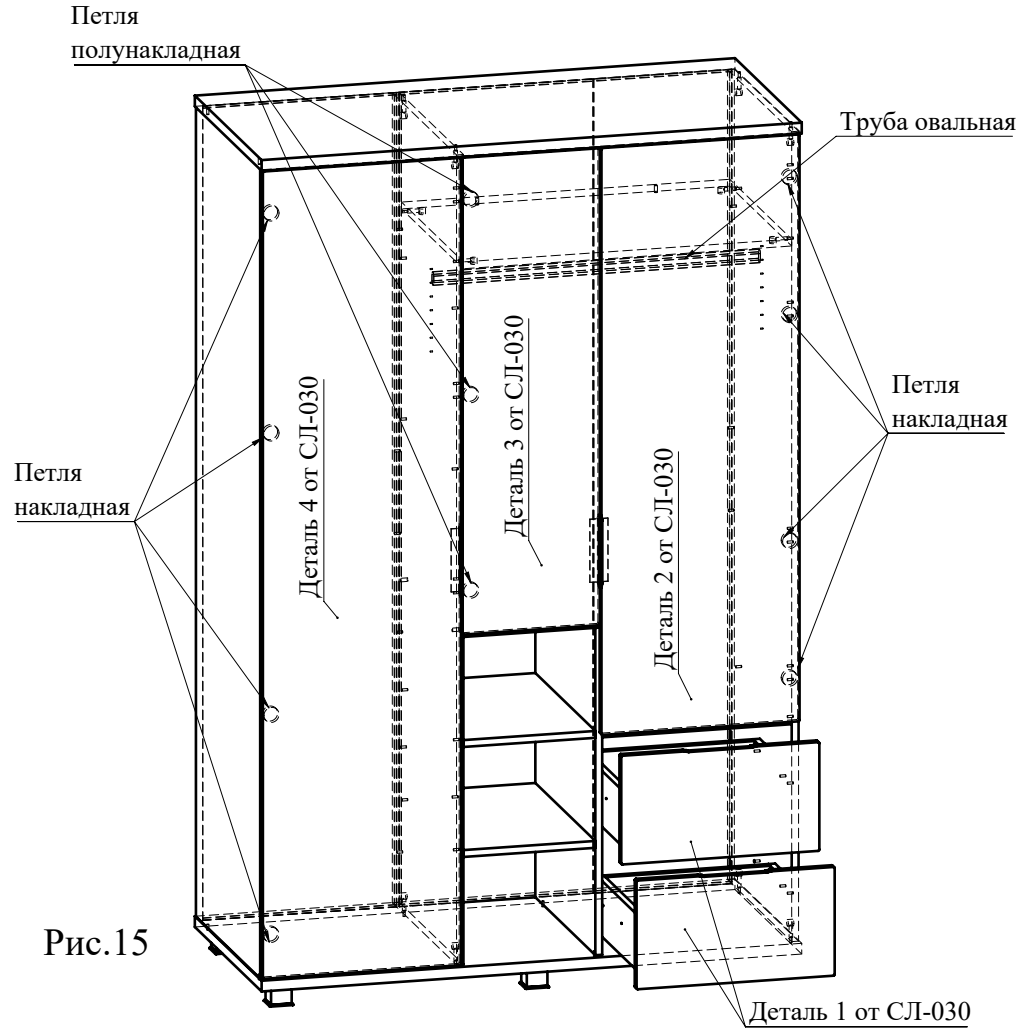

Рис.15
17. Установите фасады дверей СЛ-030, закрепив при помощи евровинтов ответные планки петель на деталях 3, 4, 5 (Рис. 15). Установите ящики в корпус шкафа.